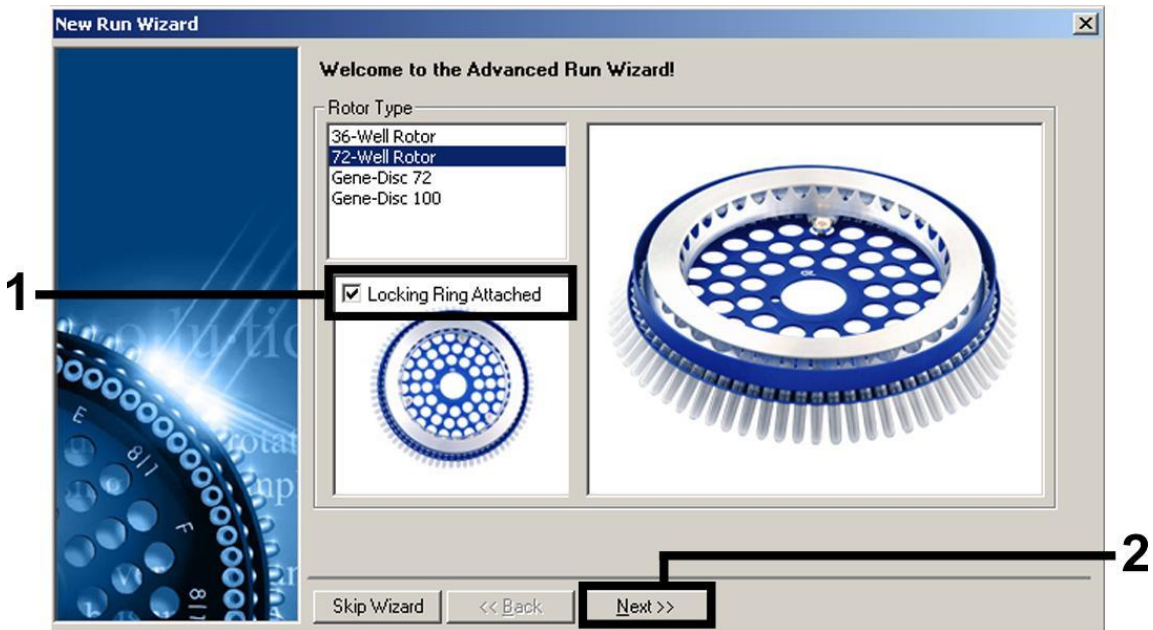

Figura 5. Cuadro de diálogo "New Run Wizard".
6. En primer lugar, abra el cuadro de diálogo "New Run Wizard" (Asistente para nueva serie) (figura 5). Marque la casilla "Locking Ring Attached" (Anillo de bloqueo acoplado) y haga clic en "Next" (Siguiete).